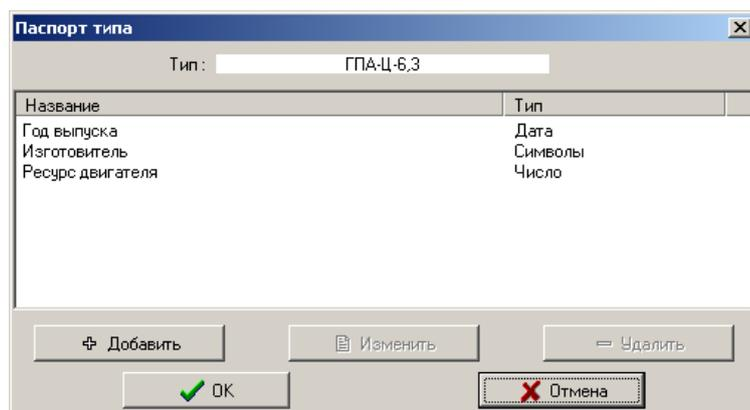
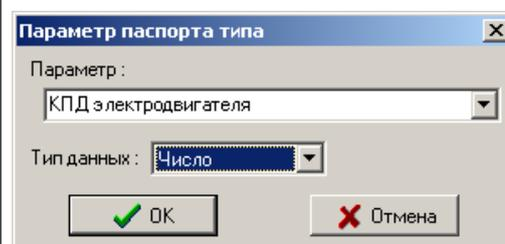

Рис.2.37. Паспорт типа.
Рис.2.38. Ввод нового параметра.
**Паспорт типа** – шаблон набора технических характеристик данного типа агрегатов, например, год выпуска, изготовитель и т.д.(рис.2.37).
Данное окно (рис.2.37) служит для создания и редактирования списка технических параметров для типа объекта (технические данные из тех.паспорта или статические параметры), который будет подставляться в технический паспорт всех объектов измерения данного типа. Окно вызывается нажатием соответствующей кнопки в окне со списком типов (рис.2.38). Перемещение по списку осуществляется клавишами управления или при помощи мыши. Внизу окна расположены следующие кнопки:
При добавлении нового параметра в список в окне описания параметра (рис.2.38) необходимо ввести его название и выбрать тип данных (число, дата или символы). Если вновь введенный параметр отсутствует в общем списке статических параметров для всех типов объектов, будет предложено ввести его в список или отменить ввод. Можно также выбрать нужный параметр из общего списка параметров клавишами  $\uparrow$ ,  $\downarrow$ , когда активно поле "Параметр", либо щелчком мыши на значке справа от поля раскрыть список параметров и выбрать нужный.